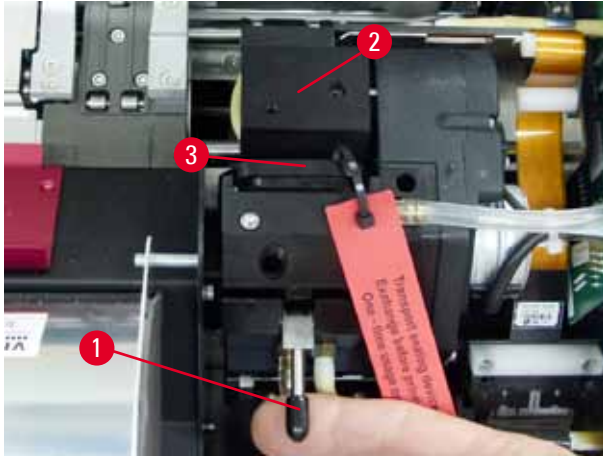

Fig. 30
4. Skrivehodet (→ "Fig. 30-2") beveger seg oppover til en posisjon ca. 1 cm fra leppetetningen (→ "Fig. 30").